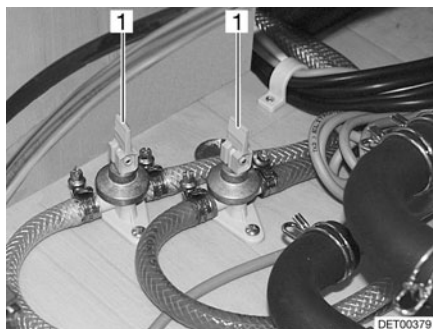

Fig. 132 Llaves de desagüe
- Cerrar las llaves de desagüe. Colocar para ello los balancines (Fig. 132,1) en posición horizontal.
- Abrir las llaves de desagüe (Fig. 132). Colocar para ello los balancines (Fig. 132,1) en posición vertical. La caldera se vacía hacia fuera a través de las llaves de desagüe.